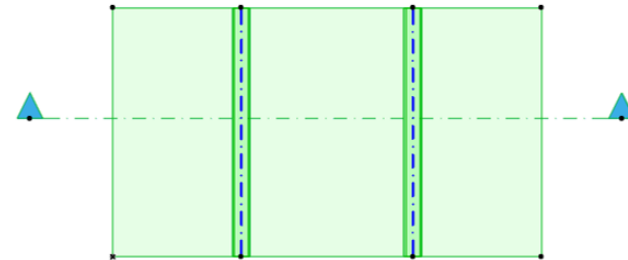

Fig. 3
- A. Seleccionar la solución constructiva completa (losa y vigas). (Fig. 3)